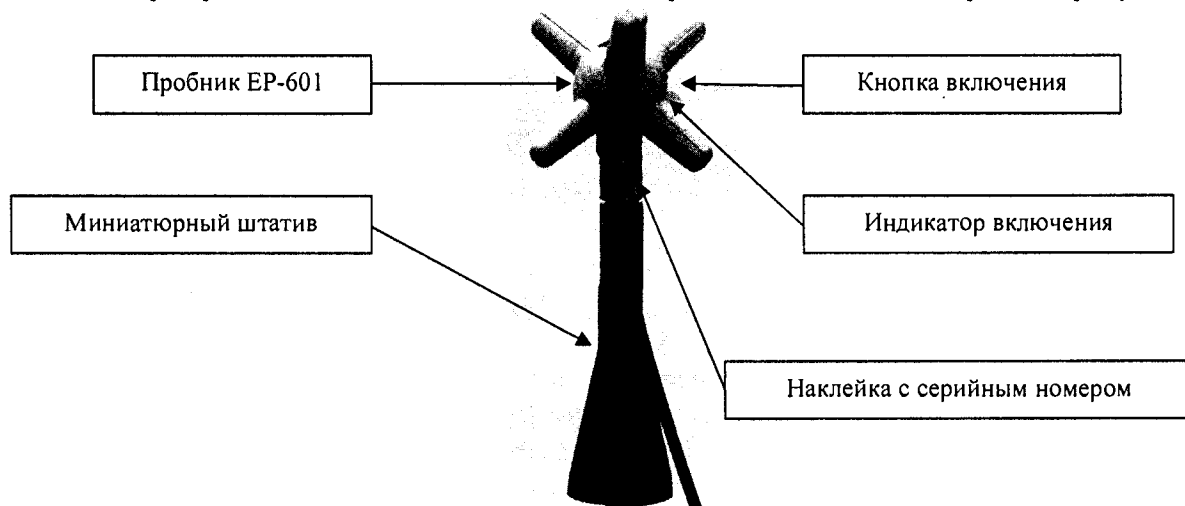

Рисунок 1
- наличие серийного номера на фирменной наклейке пробника EP-601 (рисунок 1);
8.2.3 Выполнить зарядку аккумулятора пробника EP-601. Установить пробник EP-601 на миниатюрный штатив (рисунок 1). Подключить пробник EP-601 к ПК.
8.2.4 Включить пробник EP-601 кратковременным нажатием на кнопку и контролировать последовательное загорание индикатора зеленым, красным и синим светом; затем контролировать мигание индикатора красным светом, это означает, что пробник EP601 готов к работе (рисунок 1).
- серийный номер на фирменной наклейке (рисунок 1) совпадает с серийным номером, полученным в п. 8.2.8.
8.3.2 Выполнить зарядку аккумулятора пробник EP-601 (при необходимости). Установить пробник EP-601 на миниатюрный штатив (рисунок 1). Подключить пробник EP-601 к ПК. Установить пробник EP-601 в рабочую зону РЭНЭП-001/300М.
8.3.3 Включить пробник EP-601 кратковременным нажатием на кнопку и проконтролировать его готовность к работе по последовательному загоранию индикатора зеленым, красным и синим светом, а затем по миганию индикатора красным светом (рисунок 1).
8.7.1 Выполнить зарядку аккумулятора пробник EP-601 (при необходимости). Установить пробник EP-601 на миниатюрный штатив (рисунок 1). Подключить пробник EP-601 к ПК. Установить пробник EP-601 в рабочую зону РЭНЭП-001/300М. Зафиксировать в рабочем журнале значение углового положения $\varphi = 0^\circ$ пробника EP-601 в рабочей зоне РЭНЭП-001/300М.
8.7.2 Включить пробник EP-601 кратковременным нажатием на кнопку и проконтролировать его готовность к работе по последовательному загоранию индикатора зеленым, красным и синим светом, а затем по миганию индикатора красным светом (рисунок 1).